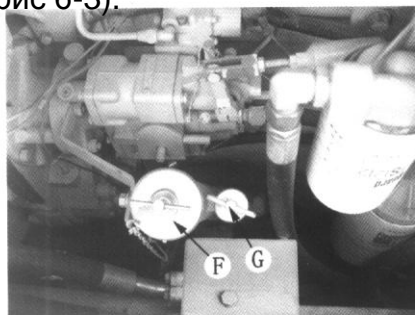

Рис. 6-4.
6. Проверьте уровень масла в картере двигателя. При остановленном двигателе замерьте уровень масла с помощью специального щупа (G) (см. рис. 6-4).